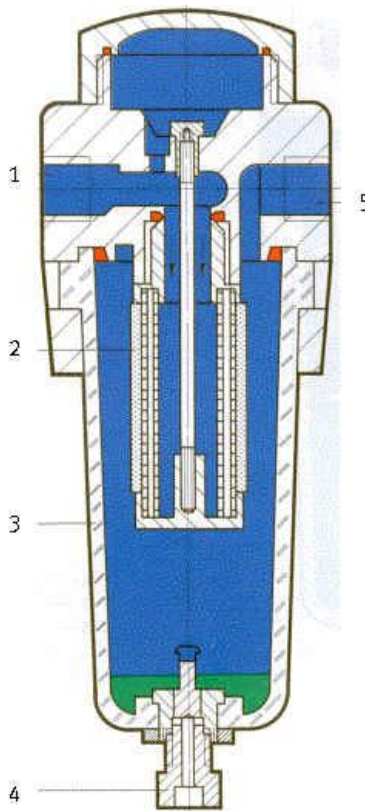

Fig. 10.
L'air rentre dans le filtre (Fig. 10) par l'orifice (1) et passe ensuite à travers une cartouche filtrante, de l'intérieur vers l'extérieur, (2) pour ressortir du filtre par la sortie (5).